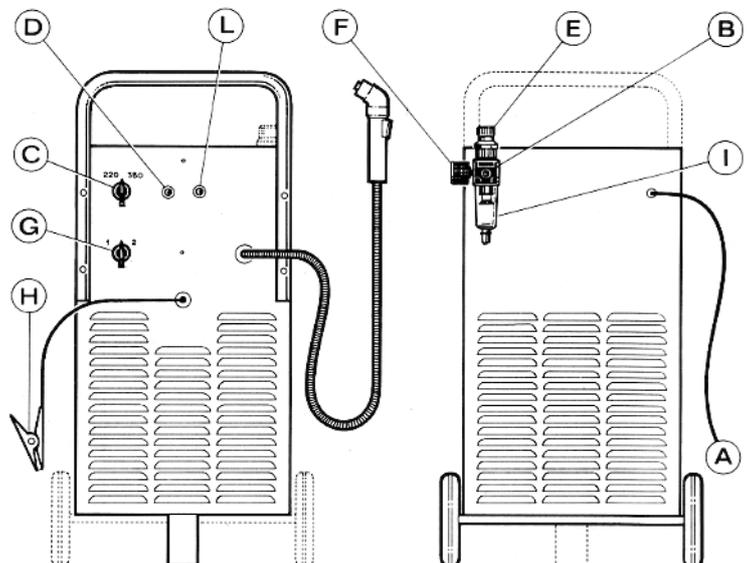

Abb. 2
Pneumatisch: auf der Brennerspeisung, um unzureichenden Luftdruck zu vermeiden; die Anzeige eines solchen Vorfalles erfolgt durch Aufleuchten der Leuchte L (Abb. 2)
- Der Griff G — Abb. 2 — steht auf 1 und nicht auf 2.
- die Leistungsfähigkeit des Wechselschalters G der Abb. 2
Auch wenn die Maschine mit einer automatischen Vorrichtung für den Abfluss des Kondenswassers ausgestattet ist, die jedesmal zu arbeiten beginnt, wenn die Luftzuführung aussetzt, bitte prüfen Sie, daß es in der Druckreglerwanne I (Abb. 2) keine Kondenswasserspuren gibt. Das Innere des Geräts muß von dem akkumulierten Metallpulver abgelast werden. Davor muß das Speisekabel von der Steckdose getrennt werden.